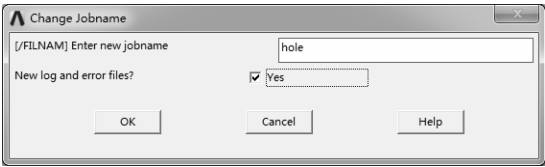

图 10-13 “Change Jobname”对话框
1) 选择 “Utility Menu>File>Change Jobname” 命令，弹出 “Change Jobname” 对话框，修改工程名称为 “hole”，如图 10-13 所示。单击 “OK” 按钮完成修改。